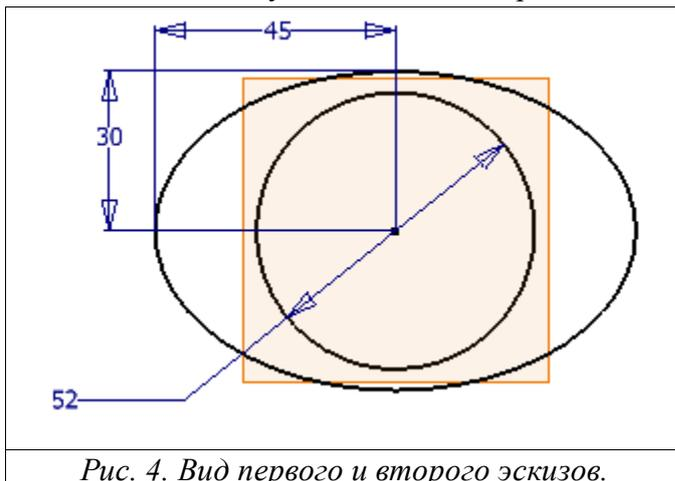

Рис. 4. Вид первого и второго эскизов.
10. Введите соответствующие размеры 45 и 30 мм (рис. 4).